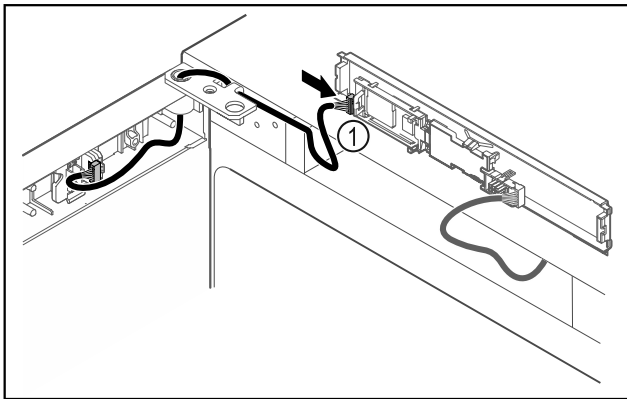

Fig. 47
- ▶ Připojte zástrčku Fig. 47 (1) na desku.